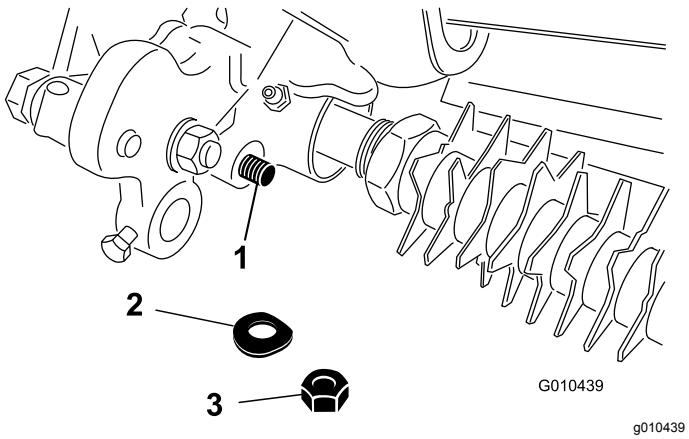

Bild 28
3. Entfernen Sie die Sicherungsmutter und die Belleville-Scheibe, mit denen das Stangenende des Schnitthöhenarms am Groomerantrieb befestigt ist (Bild 28).